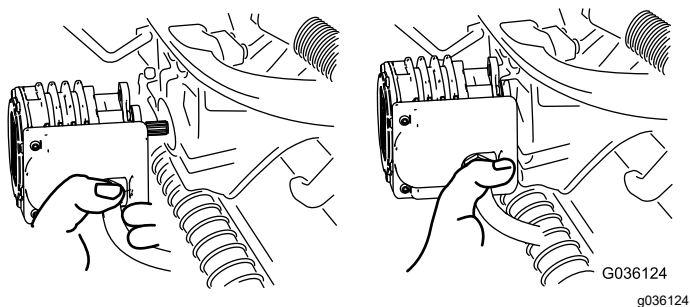

Figura 56
4. Mova o motor para o local de armazenamento na parte da frente do braço de suspensão (Figura 56).